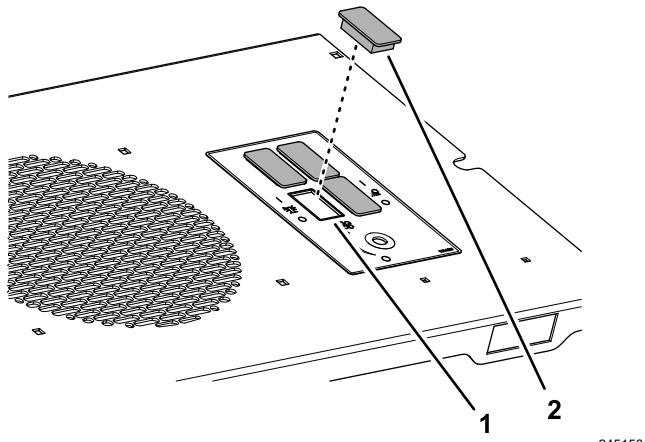

Bild 4
- Fluchten Sie die Blende mit den rechteckigen Öffnungen im Bedienfeld aus (Bild 4).
- Setzen Sie die Blende in die Öffnung ein, bis die Blende im Bedienfeld einrastet (Bild 4).
- Wiederholen Sie die Schritte 1 und 2 für die drei anderen Blenden (Bild 4).